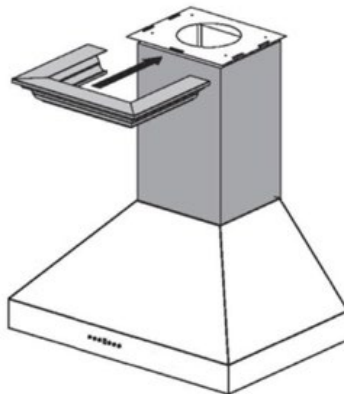

Figure 10.
3. Faites glisser la couronne décorative sur le support de montage de la cheminée et fixez-la en place. *Figure 10*.